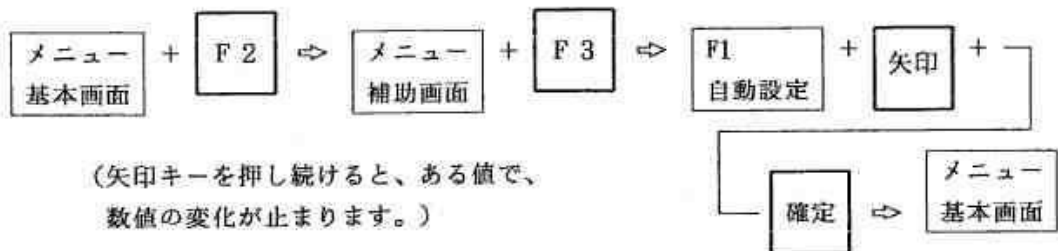

図 6.2.6 手動でパルス繰返周波数を設定する方法
【パルス繰返周波数の設定手順】（図 6.2.6参照）
- ① 選択キー [F 2] を一回押すとメニュー補助画面がメニューエリアに表示されます。
- ② 選択キー [F 3] を一回押すとメニュー補助画面に図 6.2.6 に示すパルス繰返周波数自動設定が表示されますから、選択キー [F 1] を1回押すと、探傷条件表示エリアのパルス繰返周波数の項のバックが黄色となり、矢印キーで測定範囲に応じて入力された数値を変更できます。変更した数値は、探傷条件表示エリアのパルス繰返周波数の項に表示されます。この場合でも、表 6.2.1 に示したように測定範囲ごとに上限のパルス繰返周波数が設定されており、その上限値以上のパルス繰返周波数を入力することはできません。